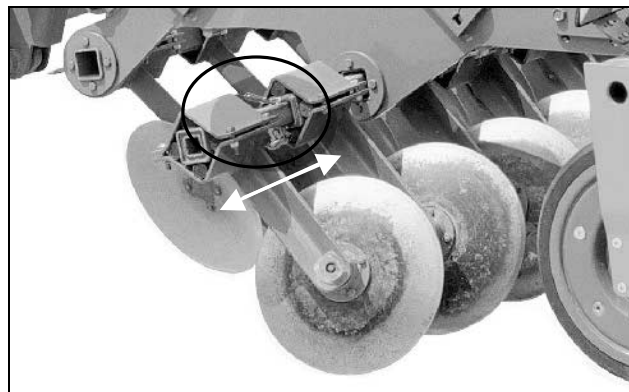

Fig. 37
- Kanttallerknerne (**Fig. 37**) klappes ind og fikseres ved hjælp af splitbolte og ringsplit!.
- Kanttallerknerne (Fig. 37) klappes ind og fikseres ved hjælp af splitbolte og ringsplit!